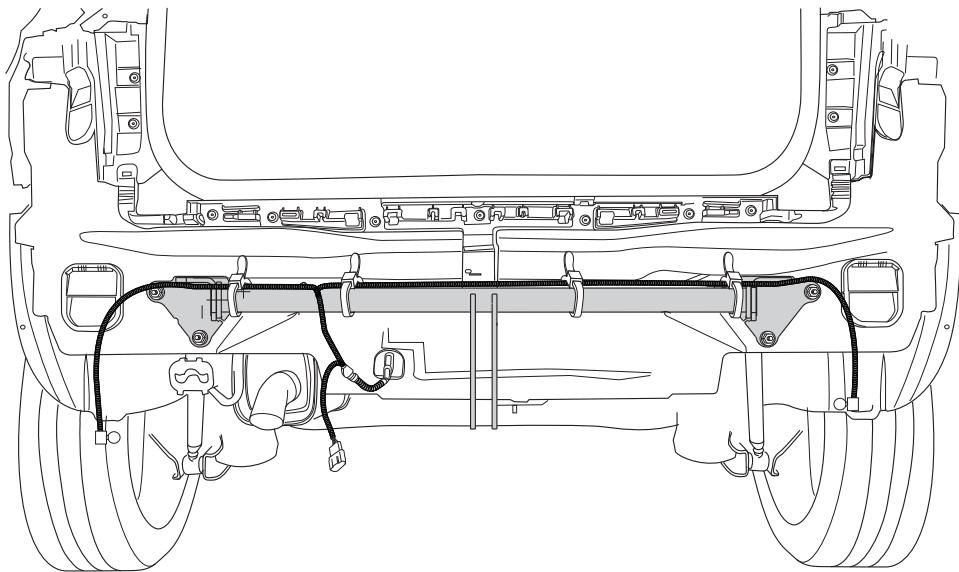

Fig. 2
10. привязать провода пластмассовой проволокой. См. рисунок 2.